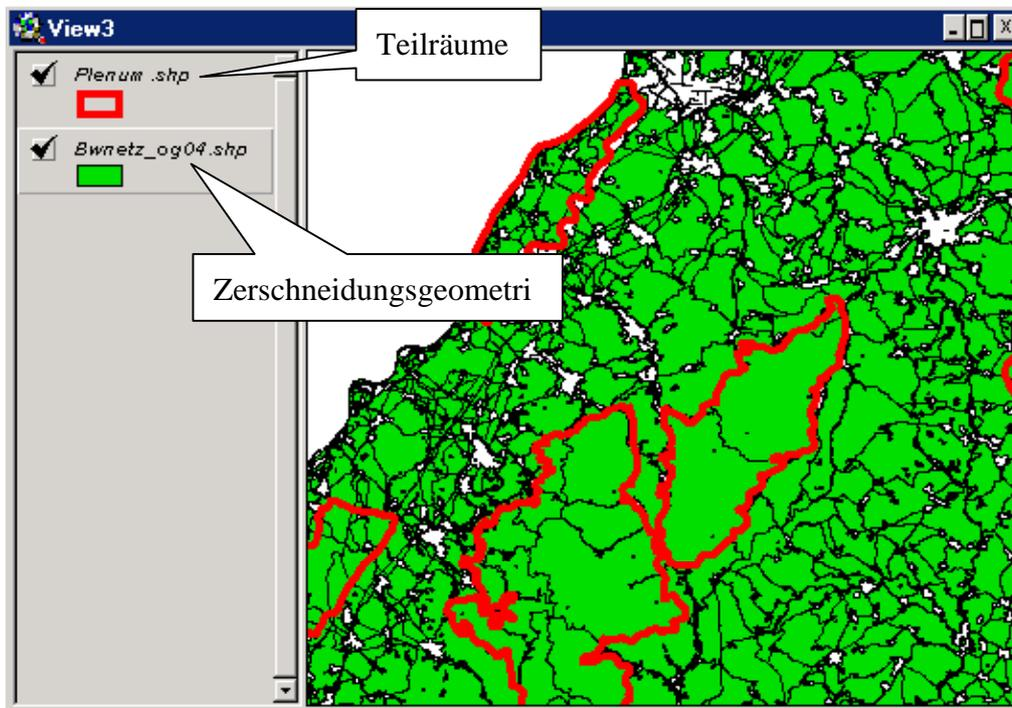

Abb. 6: Layers bei einer Teilraumanalyse
Für eine Analyse von Teilräumen hinsichtlich deren Zerschneidungsgrad ist es notwendig mindestens zwei Themen einem View hinzugefügt zu haben: Ein Thema das die Zerschneidungsgeometrie darstellt (und den Gesamttraum überdeckt) sowie ein Thema das die zu analysierenden Teilräume beinhaltet (s. Abb. 6).
wobei als <Methode> die Kennung (1), (2), (3), (4), (5) oder (6) entsprechend Abb. 6 verwendet wird.